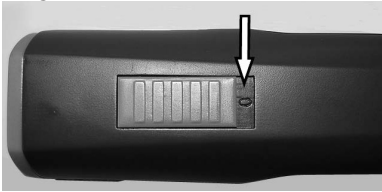

Fig. 4 Kytin OFF-asennossa ("0")
1. Siirrä kytkin asentoon "0" (Fig. 4).